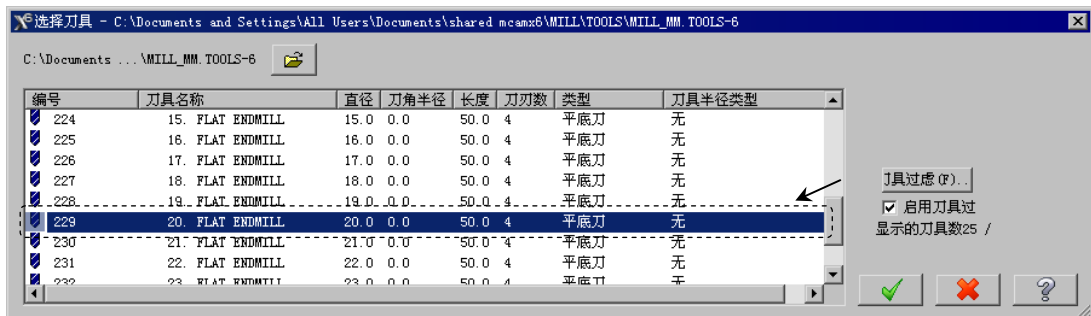

图 1.16 “选择刀具”对话框
Step6. 选择刀具。在“2D 刀具路径-外形铣削”对话框中，单击 **从刀库中选择...** 按钮，系统弹出图 1.16 所示的“选择刀具”对话框，在该对话框的列表框中选择图 1.16 所示的刀具。单击  按钮，关闭“选择刀具”对话框，系统返回至“2D 刀具路径-外形铣削”对话框。